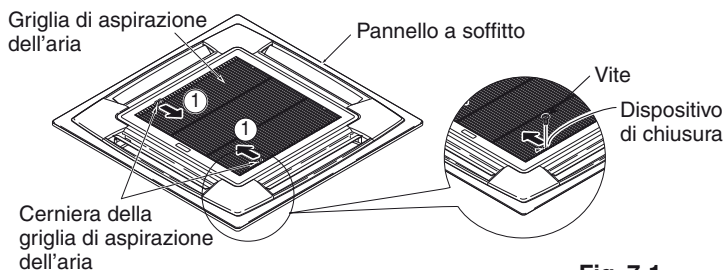

Fig. 7-1
- 1) Rimuovere le 2 viti dal fermo della griglia della presa d'aria (Fig. 7-1). (Dopo avere installato il pannello a soffitto montare nuovamente la griglia di aspirazione dell'aria.)
- 2) Far scorrere i fermi della griglia di aspirazione dell'aria nella direzione indicata dalle frecce ① in modo da aprirla. (Fig. 7-1)